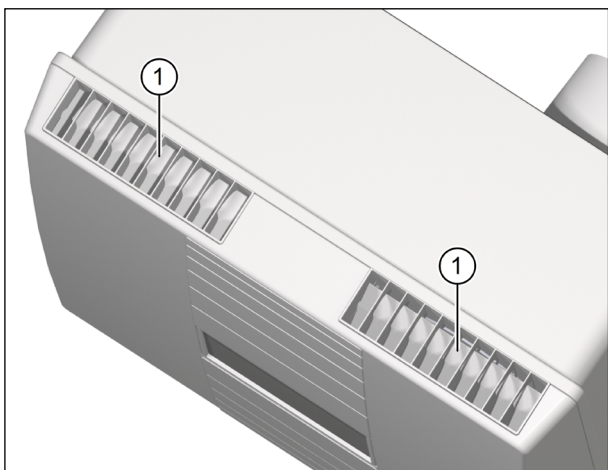
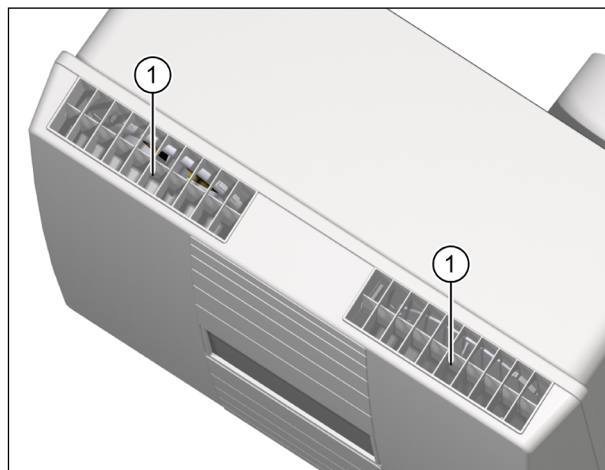

Fig. 11: Clapets d'aération fermés
Fig. 12: Clapets d'aération ouverts
- ▶ Inspectez la position des clapets d'aération (voir Fig. 11 et Fig. 12) sur l'ouverture de l'air repris et de l'air fourni.
- Si l'appareil d'aération est débranché ou hors tension, les deux clapets d'aération sont fermés (voir pos. 1 dans Fig. 11).
- Lors de la mise sous tension, les deux clapets d'aération s'ouvrent (voir pos. 1 dans Fig. 12).